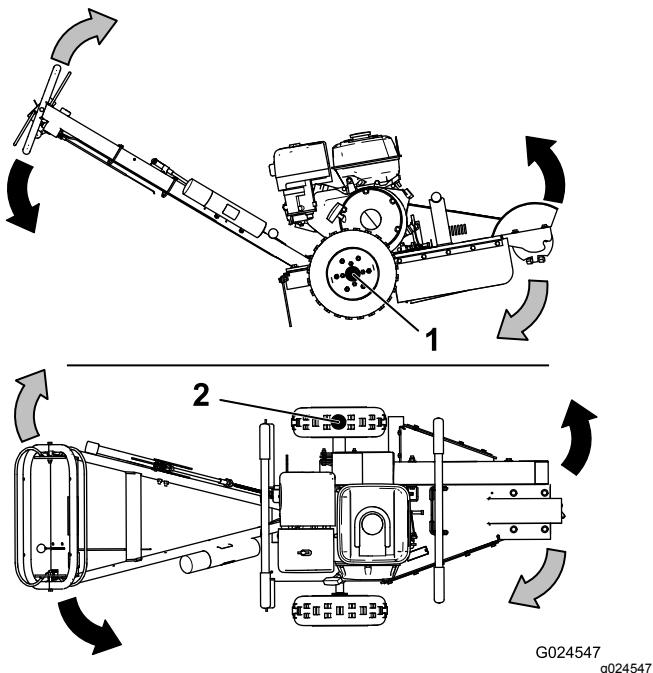

Figura 10
2. Spingete la maniglia in basso a sufficienza per sollevare la ruota di taglio da terra (Figura 10).
- 5. Fate oscillare la ruota di taglio da un lato (Figura 10), quindi abbassatela di circa 1 - 2,5 cm sull'angolo superiore anteriore del ceppo.